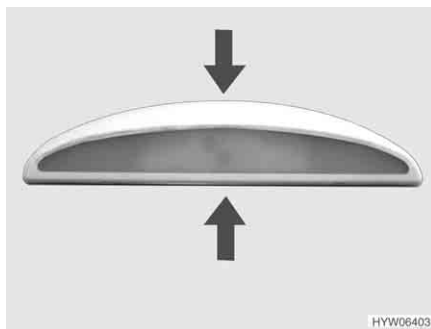

Fig. 117 Luce tenda veranda
- Comprimere leggermente gli involucri (Fig. 117) e sfilarli in avanti.